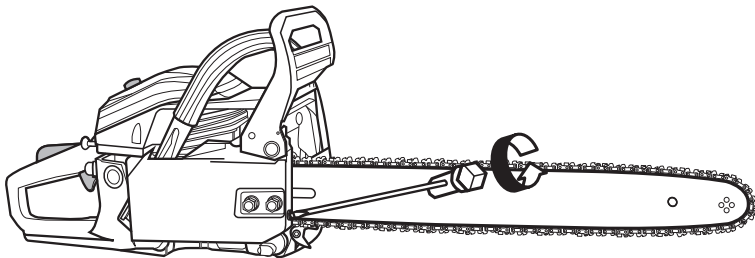

Abb. 9
1. Drehen Sie die Spanschraube (11) im Uhrzeigersinn, um die Kettenspannung zu erhöhen.
2. Drehen Sie sie gegen den Uhrzeigersinn, um die Spannung zu lösen (Abb. 9).